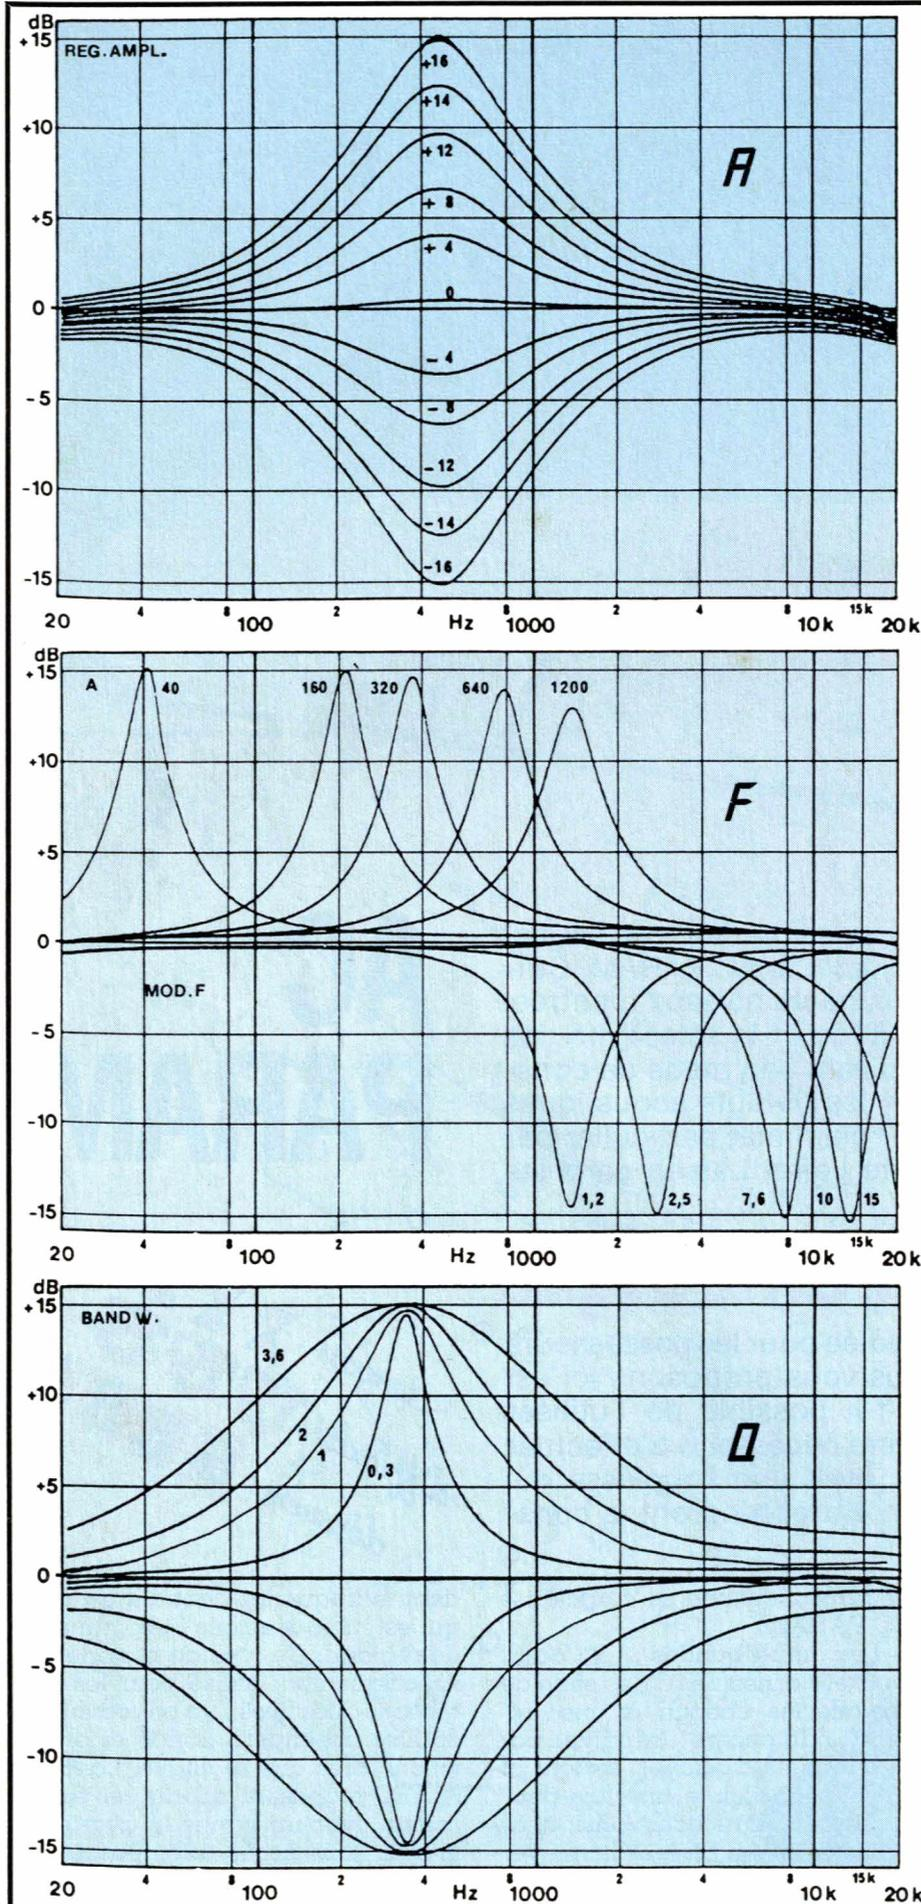

Figure 1 - Courbes mettant en évidence les variations des trois paramètres.
Si Hilversum 4 ne peut pas être reçu en France (réseau FM), HILVERSUM 2 atteint fort bien un bon quart, si ce n'est un tiers, du territoire français, Ile-de-France comprise ! L'émetteur de 400 kW est situé à Flevoand, au Nord-Est d'Amsterdam, et fonctionne sur 747 kHz (401 m) Ondes Moyennes. Pour la commodité du lecteur, nous reproduisons à la figure 1 une carte de France mentionnant les contours des régions, les préfectures, et les courbes équidistantes de l'émetteur jusqu'à 700 km.
Figure 1 a - Variation de l'amplitude à une fréquence fixe (ici 500 Hz). Les tracés s'arrêtent à  $(\pm) 16$  dB mais il faut noter que la réalisation permet d'obtenir  $(\pm) 18$  dB.
Figure 1 b - Déplacement en fréquence. Les tracés positifs concernent la cellule grave, les tracés négatifs la cellule aigue. Bien entendu toutes les positions intermédiaires sont possibles.
Figure 1 c - Variation de la sélectivité du filtre (Q). Le troisième paramètre est plus rarement modifiable que les deux précédents.
— **Le « vrai » paramétrique** : Il se comporte pour l'essentiel comme son petit frère : réglage d'efficacité, choix de la fréquence centrale, mais en plus il s'ajoute un réglage de sélectivité, ou largeur de bande. La **figure 1** illustre bien ses trois actions. En **figure 1 a** on reconnaît l'influence du réglage d'efficacité, **figure 1 b** on peut voir les variations possibles des fréquences centrales des filtres. Il est à noter que les bandes « graves » et « aigues » sont séparées et que ce sont deux filtres qui se répartissent, l'un de 35 à 1200 Hz, l'autre de 1200 Hz à 20 kHz, la bande audio totale. Notons aussi que les courbes tracées ont une sélectivité constante d'à peu près un tiers d'octave. Enfin en **figure 1 c**, on découvre le dernier